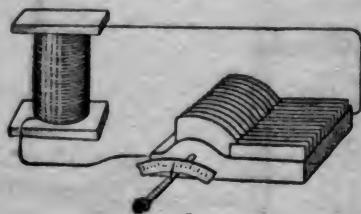

Abb. 96
Jedes Rundfunkgerät besitzt zu diesem Zweck eine Vorrichtung; sie besteht aus einer Drahtspule und einem drehbaren Kondensator (3). Der Kondensator (Abb. 96) setzt sich aus 2 Reihen Metallplatten zusammen, die eine Reihe ist fest, die andere durch einen Drehknopf verstellbar. Beide Metallplatten greifen kammartig ineinander. Wie die Wirkung von Spule und Kondensator ist, sagt ein Vergleich: Wenn ich in ein Klavier hineinsinge, so klingt eine ganz bestimmte Saite mit, und zwar diejenige, die genau so viele Schwingungen macht wie der gesungene Ton. Wenn nun der Sender München 740 000 Schwingungen in 1 sec. aussendet, so erhalten wir diese Schwingungen nur dann, wenn unser Gerät auf die gleiche Anzahl von Schwingungen eingestellt ist. Geradeso, wie man durch Drehen des Wirbels an der Geige die Saite stimmt, so „stimmt“ man auch den Empfangsapparat durch Drehen des Knopfes auf eine höhere oder niedere Schwingungszahl ab.